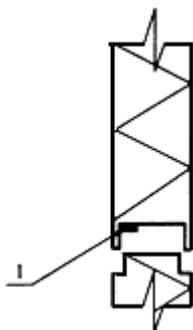

Рис.13
9. Аналогично монтируются все остальные панели первого яруса и выше. Необходимо отметить, что если по проекту требуется установка герметика в замках панелей, то его прокладка производится непосредственно перед установкой каждой последующей панели (для 900 мм панелей, рис.13, поз.1). В замок панели 1200 мм уплотнитель может быть установлен на заводе при производстве панелей.